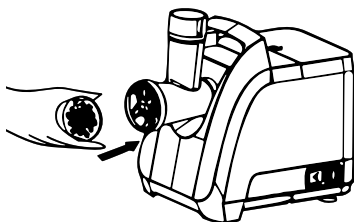

рис.6
7.1.5. Поместите необходимый диск в горловину с учетом совпадения пазов на диске и горловине (рис. 6).